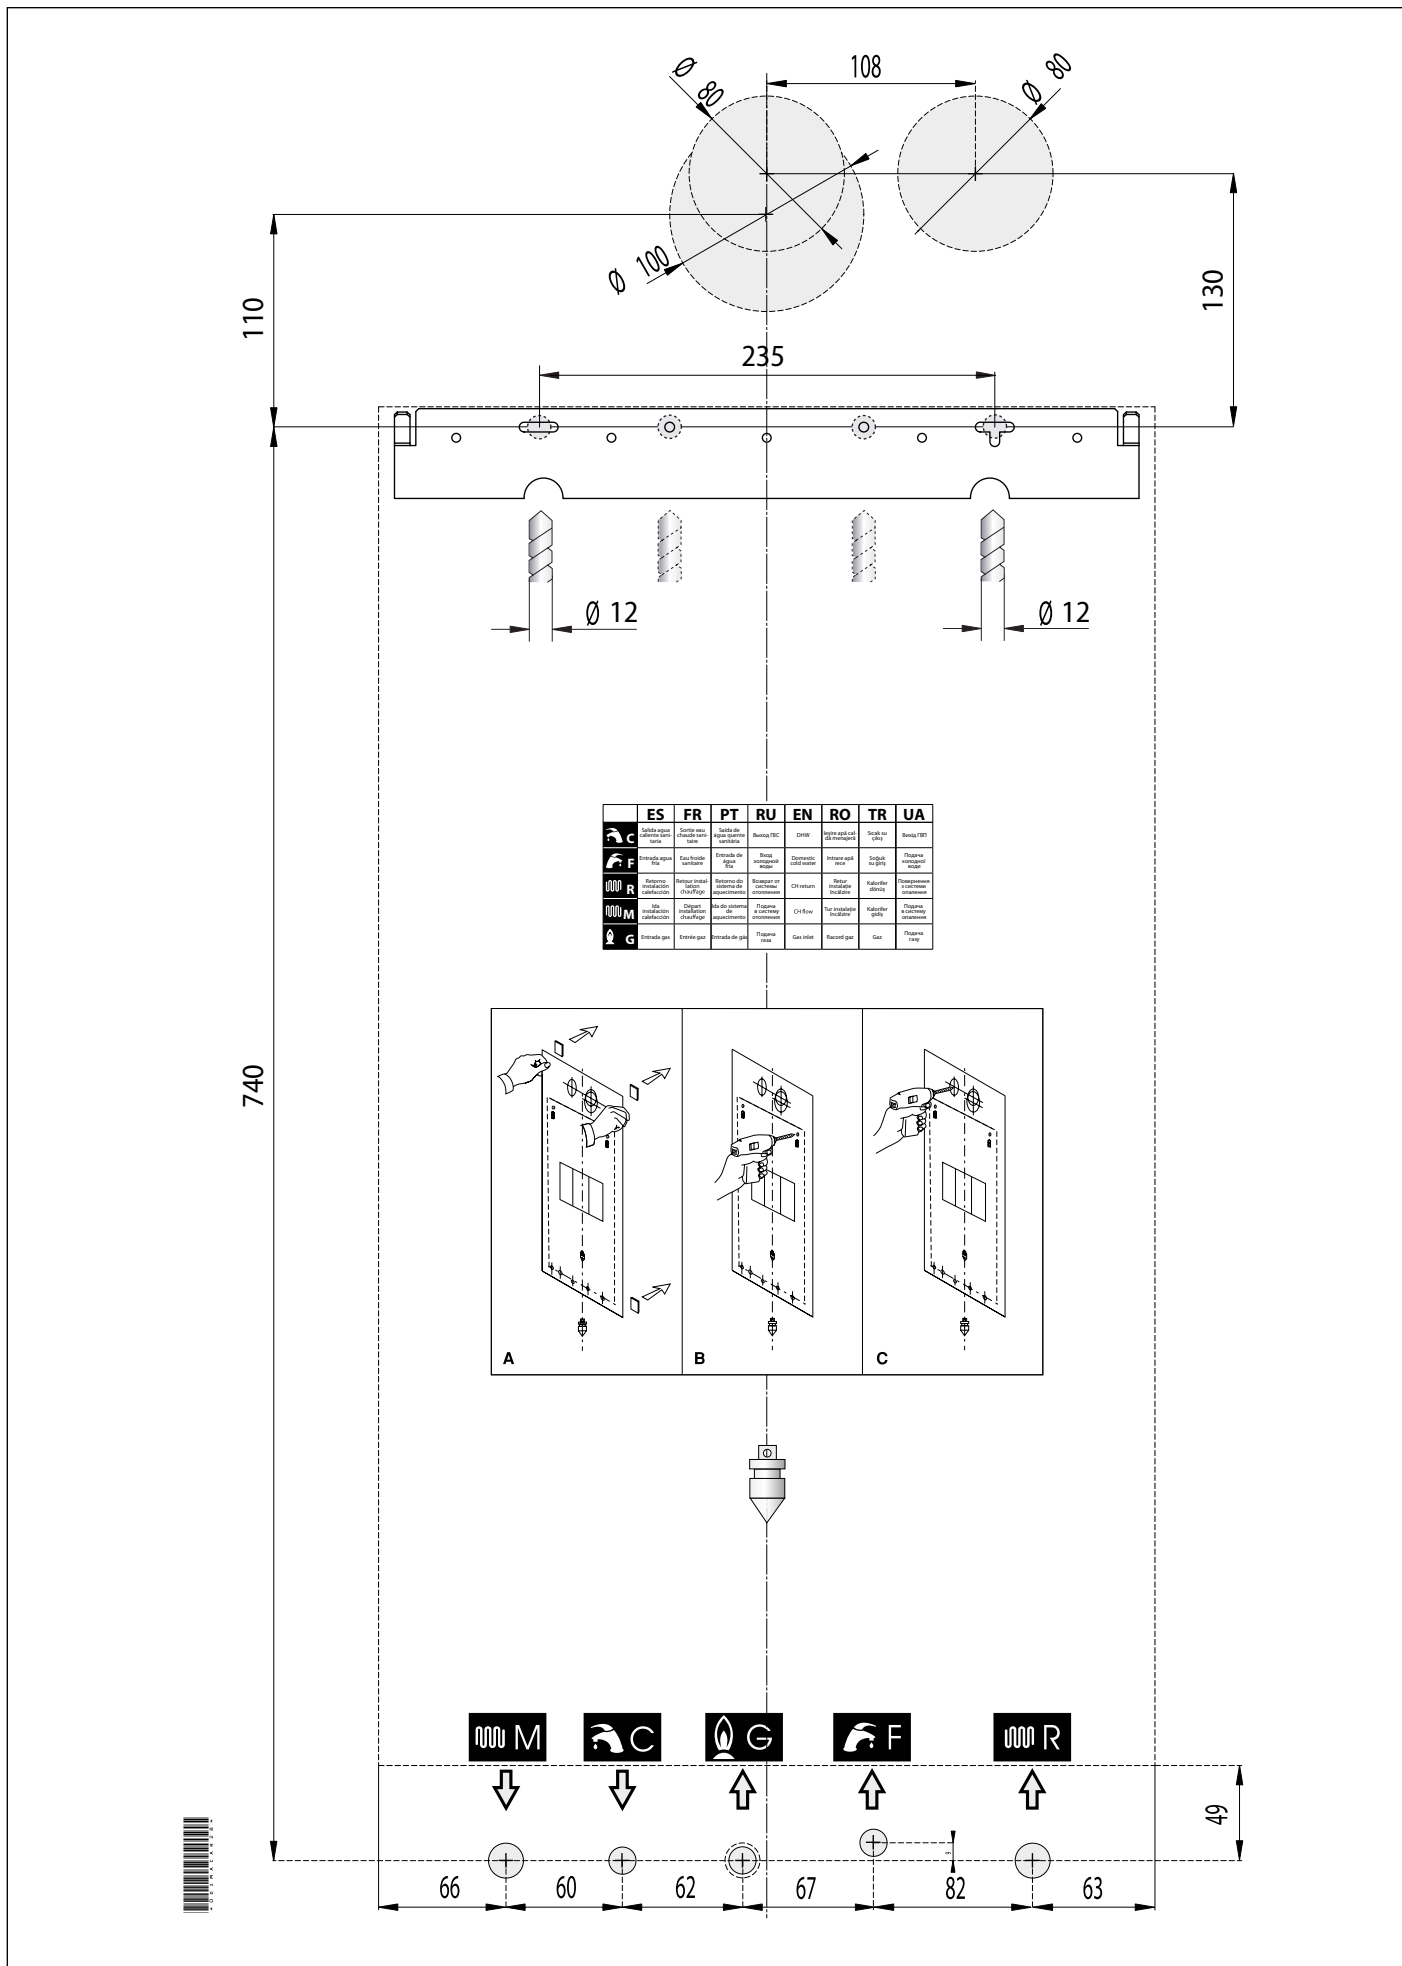

Рис. 5 Паперовий шаблон.
- монтажний паперовий шаблон (див. Рис. 5 Паперовий шаблон.);
Кожний котел забезпечений спеціальним паперовим шаблоном, що знаходиться в упаковці (див. Рис. 5 Паперовий шаблон.).